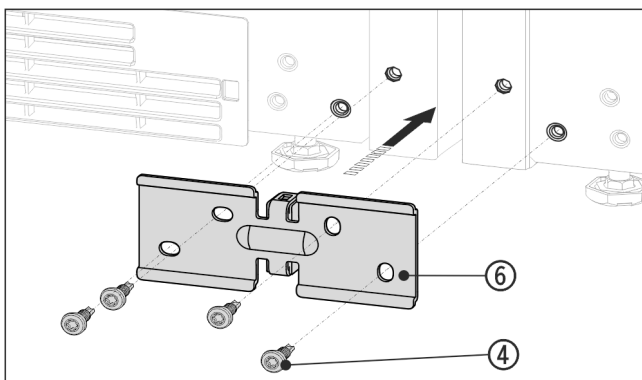

Fig. 14 Példaként szolgáló ábrázolás
- ▶ Tolja a rögzítővasat Fig. 14 (6) és a távtartót a készülékek közé, majd lazán húzza meg a 4 csavart Fig. 14 (4).